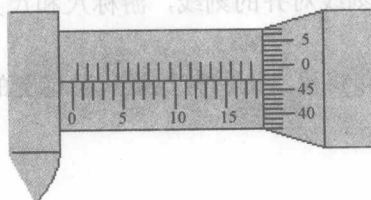

图 1-14 千分尺的读数方法
- ① 先读出固定套筒上露出的刻线整毫米数和半毫米数。
- ② 再看微分筒上哪一格与固定套筒的基准线对正,按数值读出小数部分。
- ③ 将上面两部分尺寸相加即为测量到的实际尺寸,如图 1-14 所示。